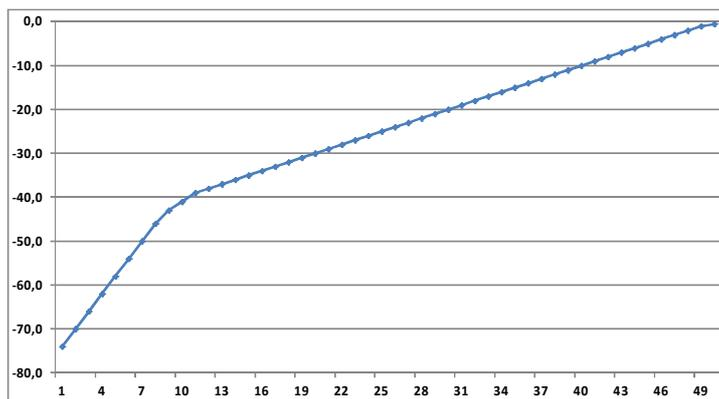

fig. 1
1. Volume Scale #1 – This setting is thought for general loudspeaker (fig. 1)(default)
1. Curva #1 – Questa curva è adatta per i diffusori con efficienza normale (fig. 1)(settaggio di fabbrica)